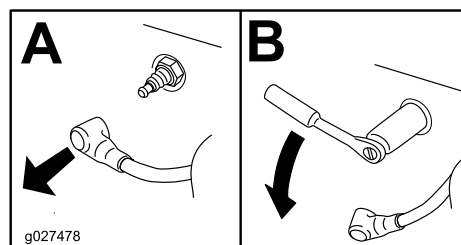

Figura 47
4. Localice y retire la(s) bujía(s), tal y como se muestra en la Figura 47.